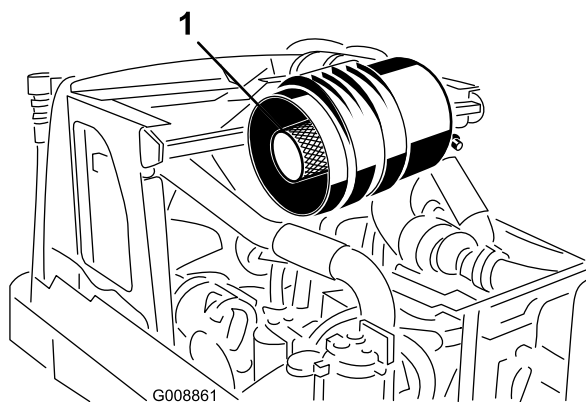

Bild 60
2. Entfernen Sie den Hauptfilter (Bild 59). Das Reinigen eines verwendeten Elements wird nicht empfohlen, da das Filtermedium beschädigt sein könnte. Prüfen Sie den neuen Filter auf Versandschäden, prüfen Sie das Dichtungsende des Filters und des Körpers. Verwenden Sie nie ein beschädigtes Element. Entfernen Sie **nicht** den Sicherheitsfilter (Bild 60).
Wichtig: Versuchen Sie nie, den Sicherheitsfilter zu reinigen (Bild 60). Tauschen Sie den Sicherheitsfilter bei jeder dritten Wartung des Hauptfilters aus.